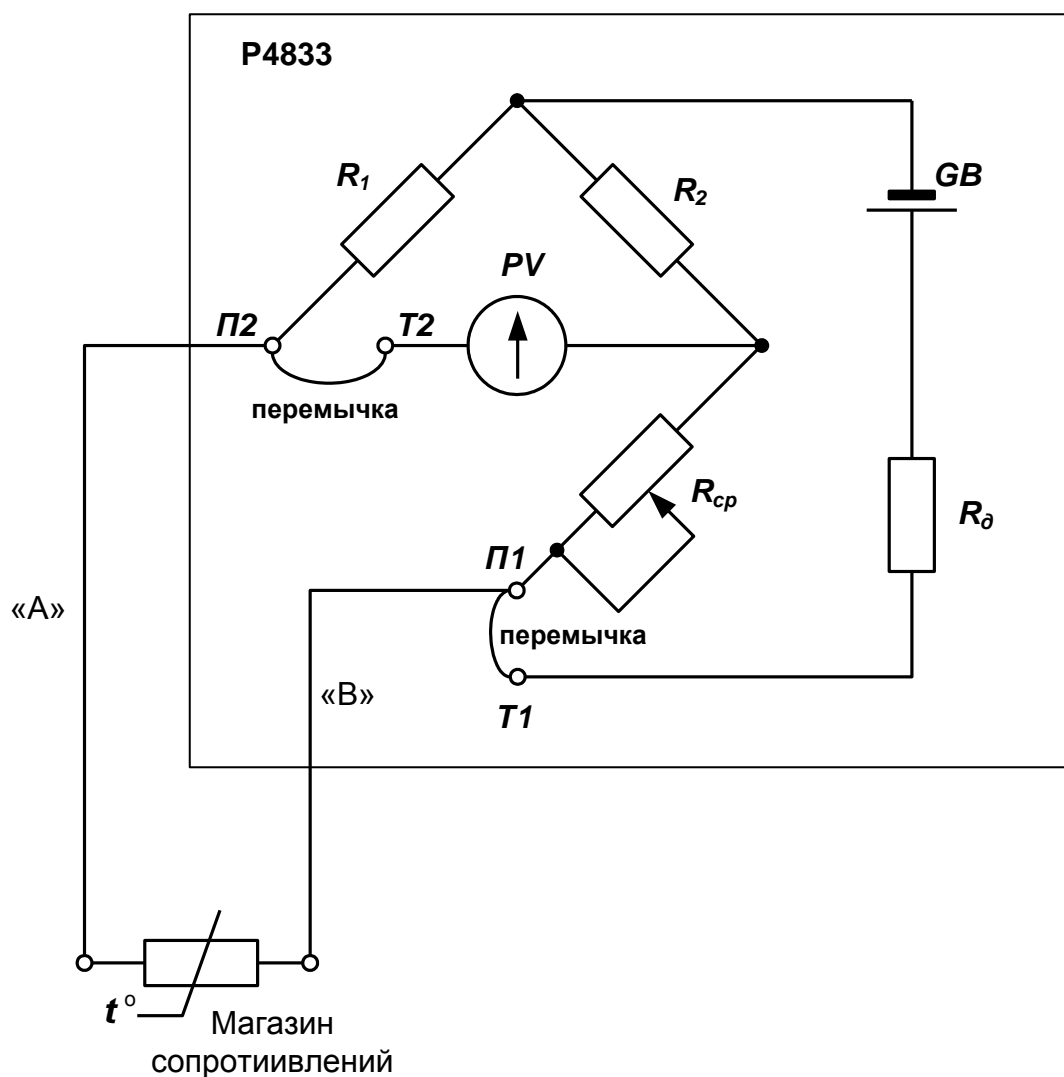

Рис.2 Схема подключения термопреобразователя двухпроводной линией связи.
- Подключить измеряемое сопротивление к зажимам «Т1», «П1», «П2», «Т2» в соответствии с рис. 2 или 3 (смотрите ниже).
3.2 Соберите двухпроводную измерительную схему согласно рис.2. В качестве термопреобразователя используйте магазин сопротивлений МСР-63.
как в данных измерениях сопротивление соединительных линий фактически отсутствует необходимо использовать подключение Р4833 согласно рис.2.